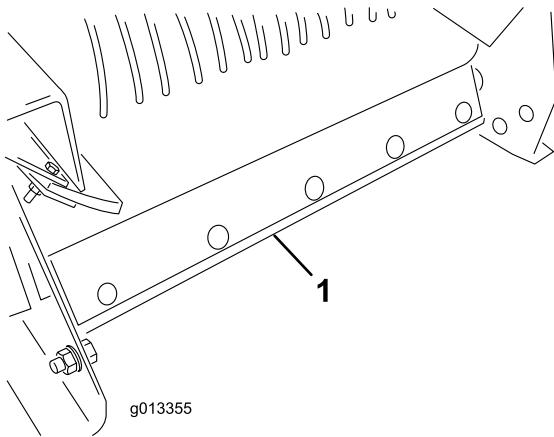

図 56
5. プロパスの後部からベルトスクレーパーアセンブリを取り外す図56。